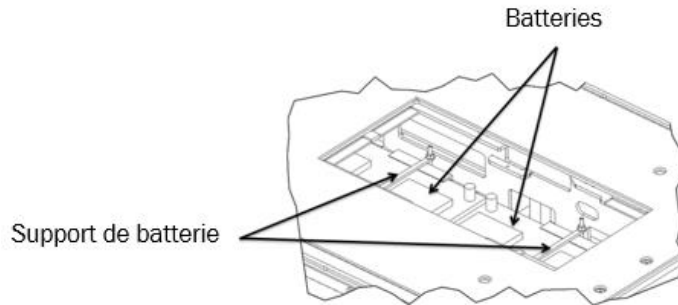

Figure 18 : Détails des supports de batteries (les câbles électriques ne sont pas représentés par souci de clarté)
2. Dévissez et retirez les deux supports à batteries (un par batterie) (voir la Figure 18).